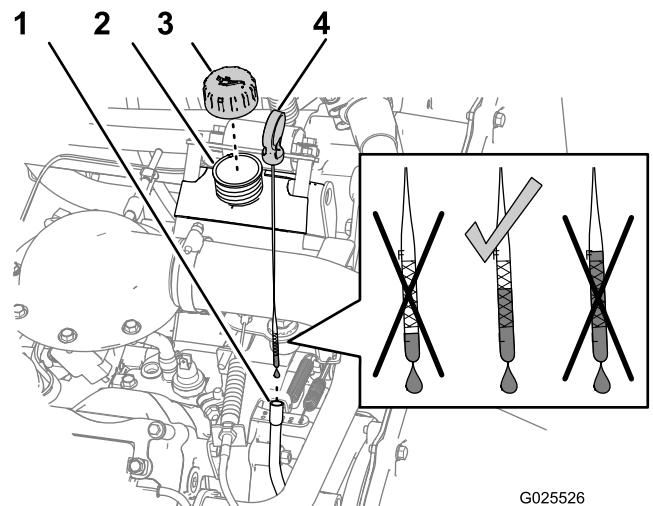

Figura 21
1. Togliete l'asta di livello (Figura 21) ed asciugatela con un panno pulito.
3. Rimuovetela e controllate il livello dell'olio (Figura 21).
- Se il livello dell'olio è basso, togliete il tappo di rifornimento (Figura 21) e versate dell'olio fino a portarne il livello alla tacca Full sull'asta.
- Montate il tappo di riempimento sul bocchettone di riempimento (Figura 21).
- Installate saldamente l'asta di livello nel relativo tubo (Figura 21).